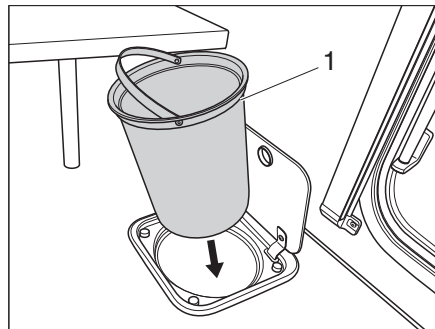

Fig. 151 Recipiente de basura de la cocina
- Extraer el recipiente de basura (Fig. 151,1) tomándolo del asa y vaciarlo según prescripciones vigentes.